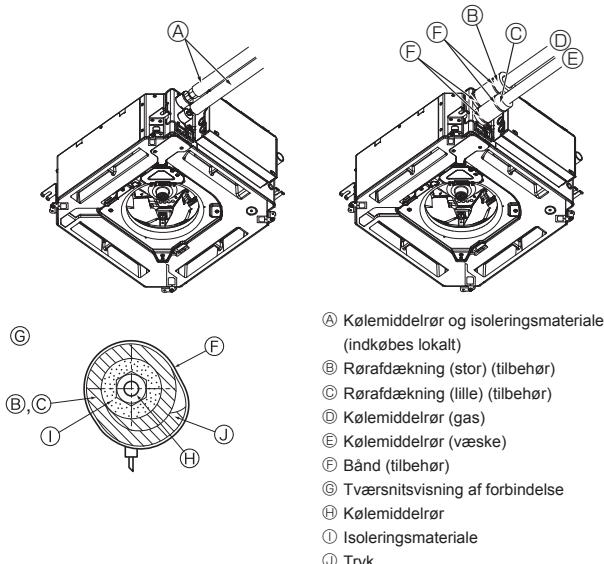

Fig. 3-3
3.3. Indendørsenhed (Fig. 3-3)